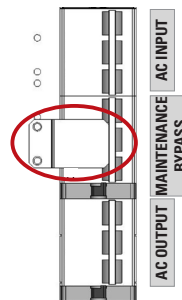
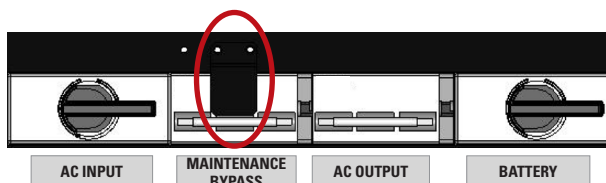

Fig. 61. Bloqueo mecánico del interruptor de bypass de mantenimiento del SAI, equipos 30 kVA y 40 kVA.
Fig. 62. Bloqueo mecánico del interruptor de bypass de mantenimiento del SAI, equipos 50 kVA, 60 kVA y 80 kVA.
5. Retirar el bloqueo mecánico del interruptor de bypass manual del SAI: destornillar los tornillos provistos, y retirar la tapa metálica (ver Fig. 61 y Fig. 62).
10. Reponer el bloqueo mecánico del interruptor de bypass manual del SAI: atornillar la tapa metálica con los tornillos provistos (ver Fig. 61 y Fig. 62).